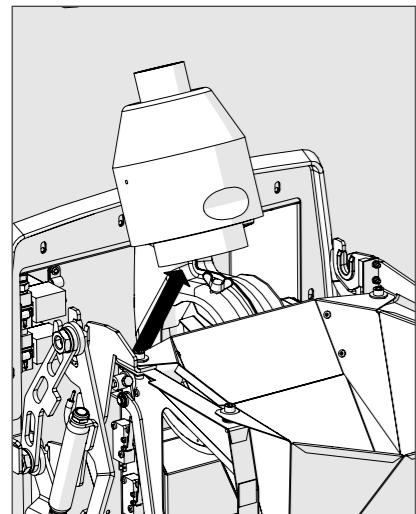

Fig. 12
6. Sortez le tuyau du catalyseur avec le catalyseur (fig. 12).